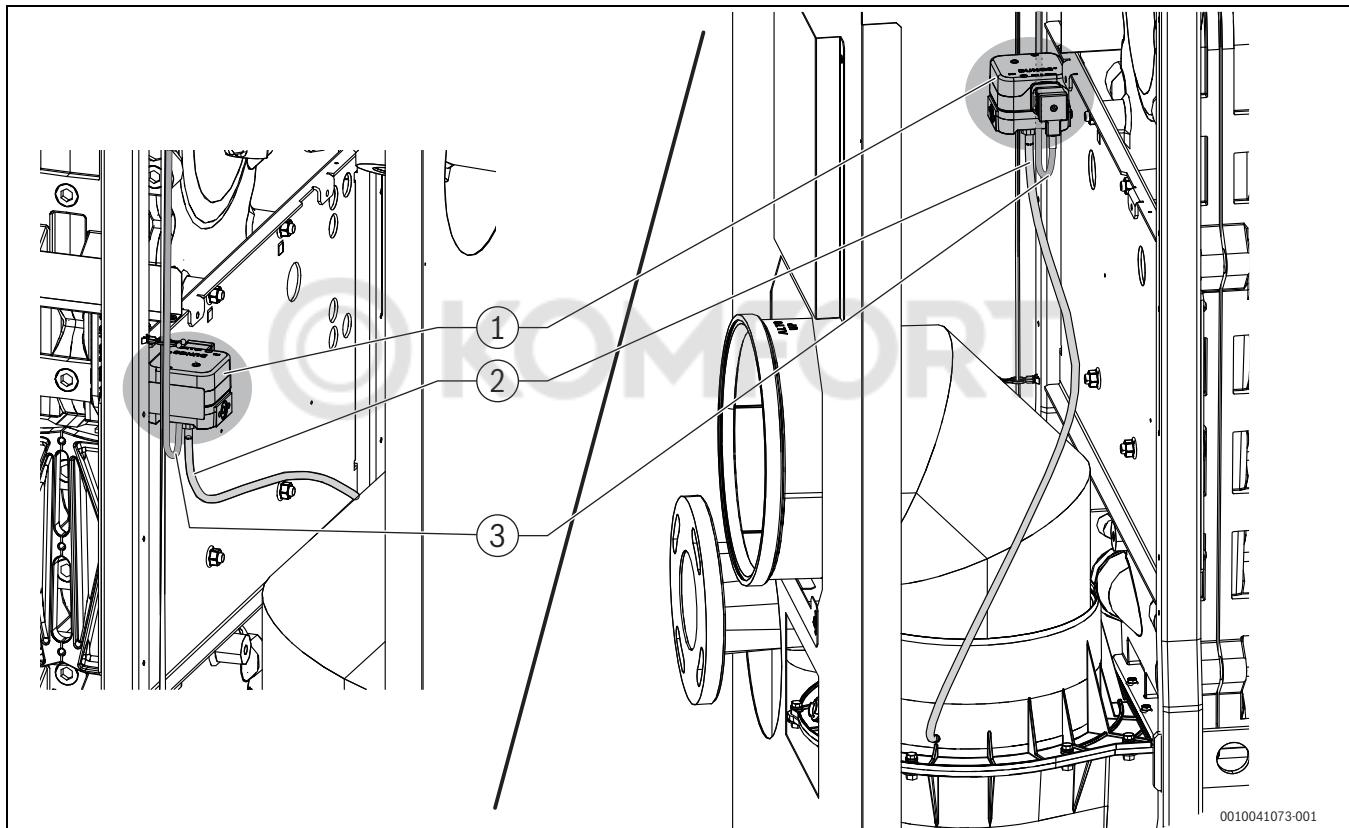

Рис. 76 Положение реле давления; вид справа и слева
- В случае замены деталей при ремонте необходимо соблюдать правильное подключение измерительных линий согласно Рис. 76 и 77!